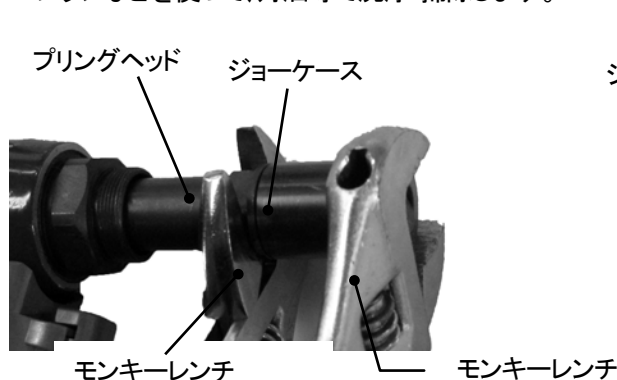

図7-1
- (1) カプラを分離する等により圧縮空気の供給を止めて下さい。
- (2) ノーズハウジングをモンキーレンチで緩め、ノーズハウジングを外します。
- (3) モンキーレンチで、ジョーケースを緩め、プリングヘッドから外します。(図7-1)
- (6) ジョーケースは手で回らなくなるまで、締め込み1ノッチ(図7-1参照)戻してください。
- (7) ノーズハウジングを取付け、モンキーレンチで締め込んでください。